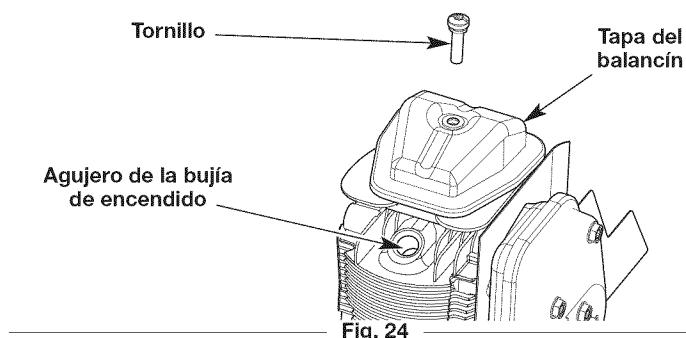
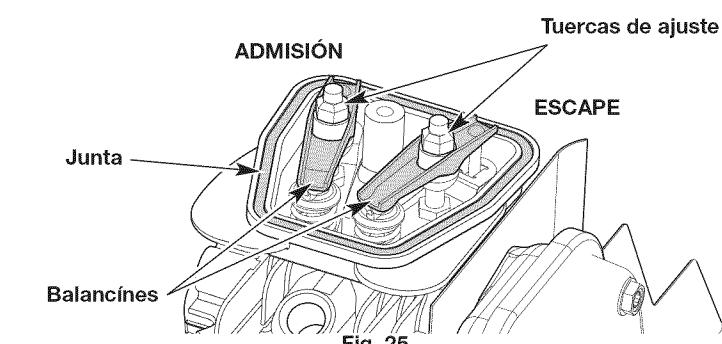

Fig. 24
Fig. 25
6. Quite el tornillo de la tapa del balancín con un destornillador plano o un destornillador Torx T-25 (Fig. 24). Quite la tapa del balancín y la junta.(Fig. 25).
7. Inspecciona el orificio de la bujía (Fig. 24) y hala la cuerda de arranque lentamente para mover el piston. Asegúrese de que: